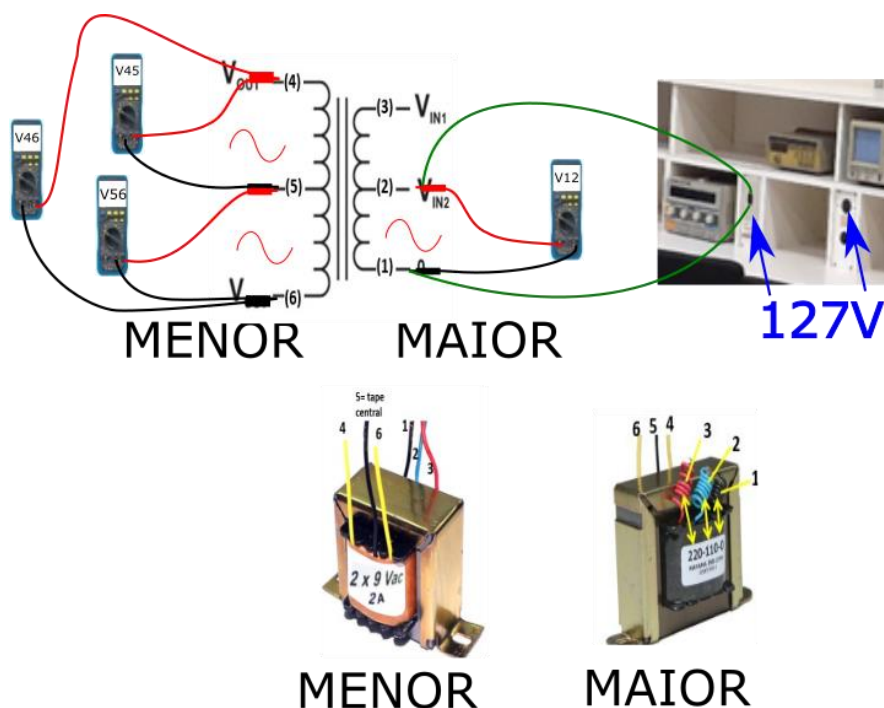

Figura 2: Circuito ilustrativo indicando as medidas entre os terminais do transformador do lado de maior e menor tensão. Fonte: Adaptado de (MORAES, 2023)
3.4.3. Certifique-se que o MD esteja selecionado na escala de tensão AC porque a próxima atividade é a medida das tensões solicitadas pela Tabela 3, indicadas pela Figura 2.
3.4.4. Visualize a Figura 2 para entender a dinâmica de como que as tensões V12, V45, V56 e V46 serão medidas.